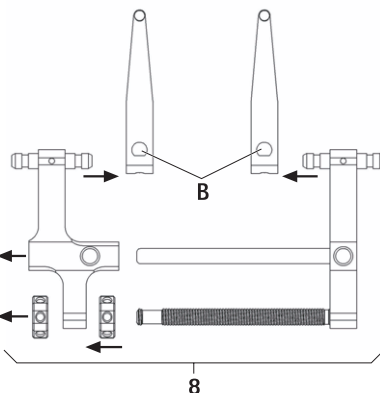

Fig. 4
- Démontez le distracteur **8** avec les lames de distraction, voir Fig. 4: actionner le poussoir **B** et retirer la lame de distraction FW239R.